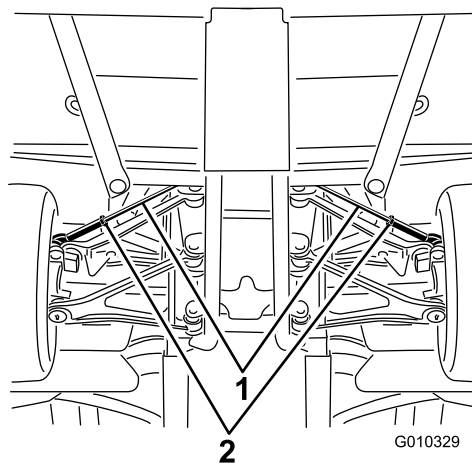

Figure 57
- A. Desserrez l'écrou de blocage au centre de la biellette (Figure 57)